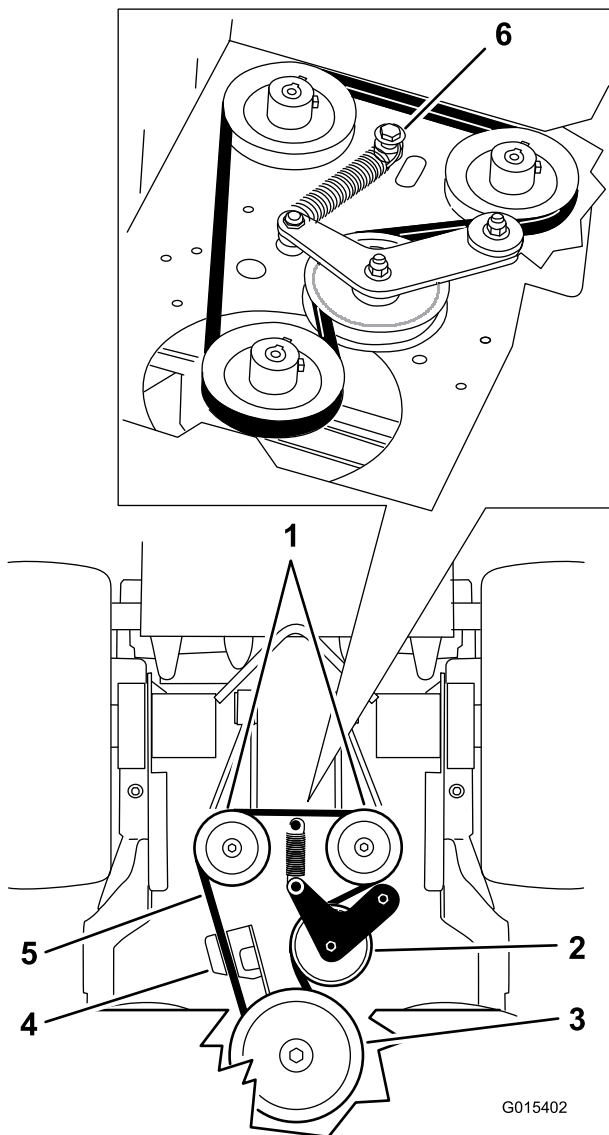

Figure 76
5. Retirez le boulon à épaulement, l'écrou et la rondelle du plancher moteur et du ressort (Figure 76).
6. Déposez la courroie d'entraînement de la pompe (Figure 76).
8. Placez le ressort sur le boulon à épaulement et la rondelle, et fixez-le au plancher moteur avec l'écrou (Figure 76).